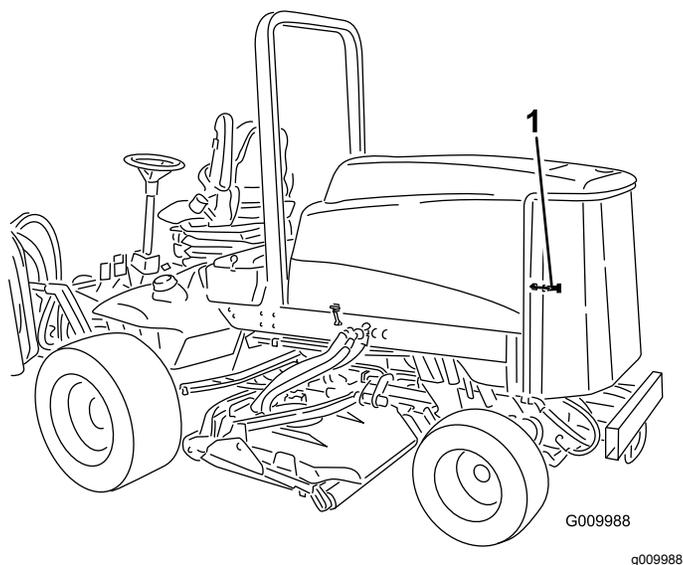

Figura 75
1. Sbloccate la griglia posteriore ed apritela (**Figura 75**).